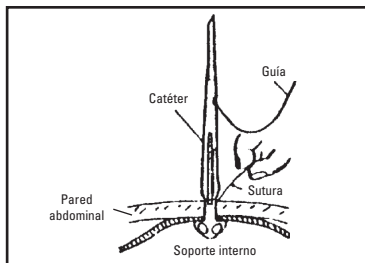

Figura 2
- Sujete el extremo suelto de la cinta adhesiva (material de sutura negro situado en el extremo distal de la raya roja) y tire hacia arriba a lo largo de la raya roja (en sentido contrario al paciente) (Figura 2).